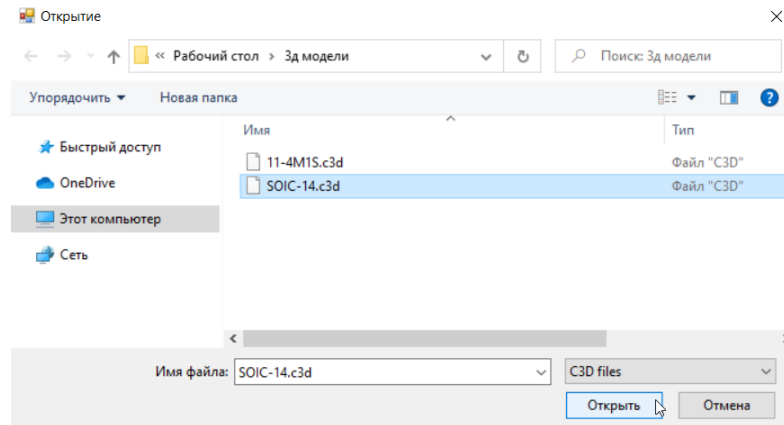

Рис. 170 Выбор файла 3D-модели
3. Выберите в окне проводника файл 3D-модели и нажмите кнопку «Открыть», см. Рис. 170.